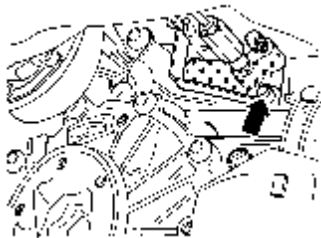

图 9-33 离合器工作缸
(13) 拆卸发动机/变速器的连接螺栓。
(14) 从定位套中压出变速器，并下降至能触及离合器工作缸，拆卸离合器工作缸（图 9-33 中箭头）并用线材固定好，拆卸主缸时可以不切断管路。